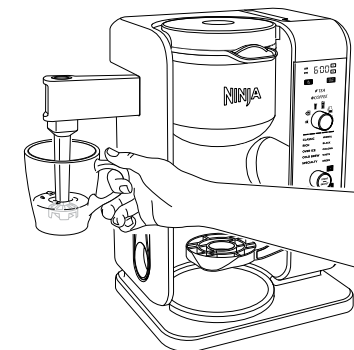

Fig. 19
- 3 Mantenga la taza debajo del espumador y sumerja la batidora justo debajo de la superficie de la leche. Esto permite que se incorpore aire en la leche, para poder lograr el máximo de espuma (Fig. 19).